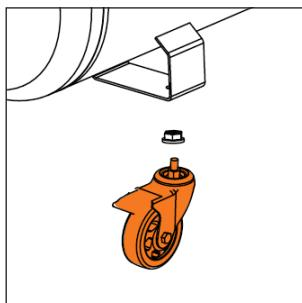
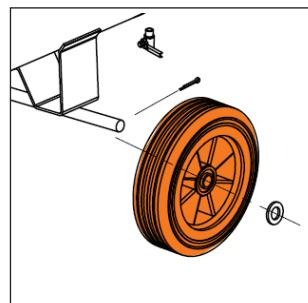

Рис. 10
Рис. 11
- Для моделей компрессоров **DAC 720S / DAC 1000S** установите на нижнюю часть ресивера передние поворотные колеса (Рис. 10) и задние колеса (Рис. 11).